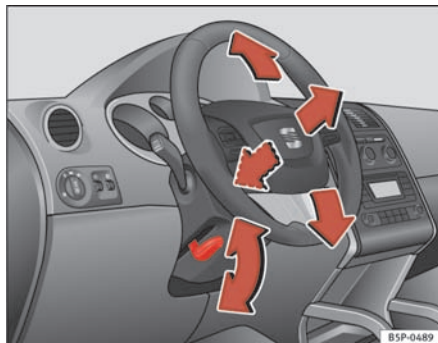

Fig. 136 Indstilling af rat
- Drej armen ⇒ fig. 136 under ratstammen nedad ⇒ ⚠.